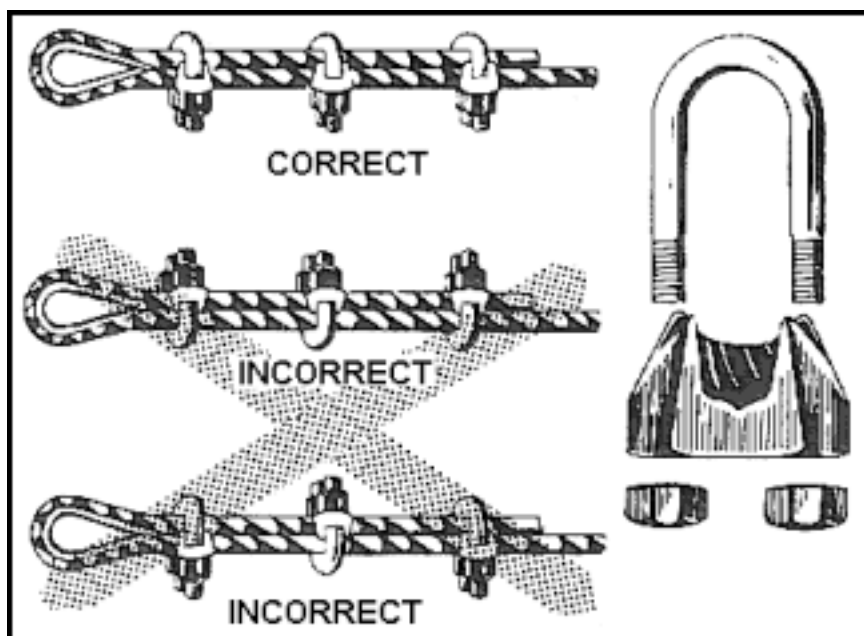

Figura 2
3. Empalme de cable Deslice los clips de cable en el cable. Uso de un vicio de Aparejador, (fig 1) u otro dispositivo de sujeción, fijación del cable alrededor de dedal. (Ver Figura 2 para el correcto montaje). Apretar las tuercas de alambre clip de cuerda con una llave de impacto portátiles.
4. Poliducto Inserte una longitud de poliducto a través del número total de unidades que se incluirán en un (1) sección. Debido a la tubería que se envían en rollos que probablemente sólo pasará por cuatro (4) unidades a la vez y tendrá que ser "alimentados" por el resto.
5. Instalación del cable de alimentación "en bruto" el extremo del cable a través de la arandela de metal, a continuación, espaciador Delrin, luego a través de un "poliducto. En el extremo opuesto adjuntar espaciador Delrin, luego la arandela de metal y colocar los clips de cable Tambor y alambre como se muestra en la Figura 2. (También a "Sistema de anclaje Detalle" Consulta).